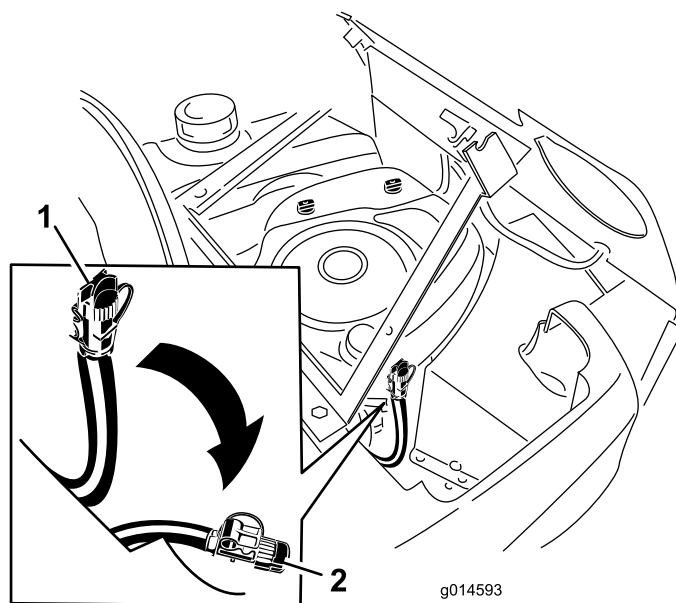

Bild 36
- Schließen Sie den Ablassschlauchclip von der Motorhaube ab und senken den Schlauch ab (Bild 36).
- Stellen Sie ein Auffanggefäß unter den Ablassschlauch. Öffnen Sie den Ölablassschlauchdeckel, um das Öl abzulassen (Bild 36).
- Wenn das Öl abgelaufen ist, schließen Sie den Schlauchdeckel und schließen Sie den Schlauch an der Motorhaube an (Bild 36).